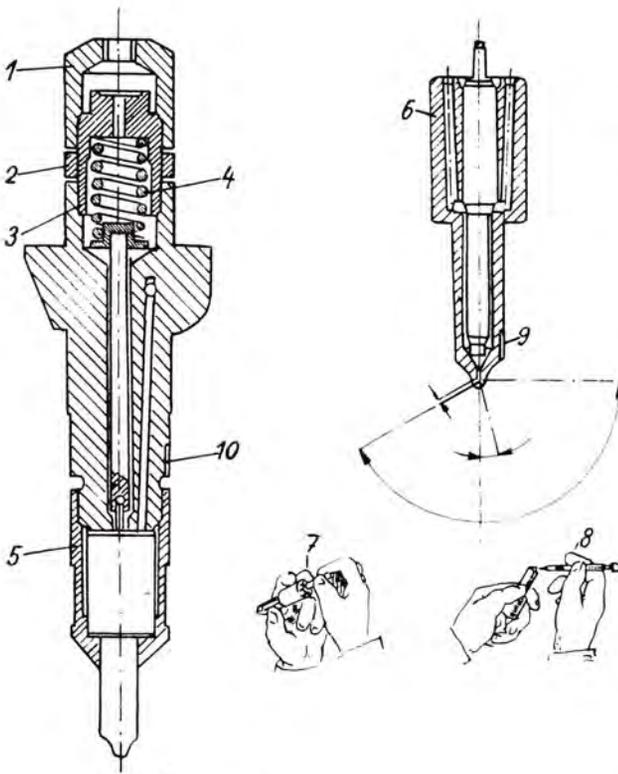

Abb. 37
3. Das ausmontierte Einspritzventil ist in einen Schraubstock zu spannen und der Deckel (Abb. 37/1) ist abzuschrauben. Die Sicherungsmutter (Abb. 37/2) und der Regelpropfen (Abb. 37/3) sind so zu lösen, dass die Feder (Abb. 37/4) im Einspritzventilkörper frei wird; sie darf nicht auf die Nadel drücken.
5. Die Spannmutter (Abb. 37/5) ist auszuschrauben und die Düse (Abb. 37/6) ist herauszunehmen.
- a) Aus der Düse ist die Nadel (Abb. 37/7) herauszunehmen und die durch Karbonansatz verschmutzten Löcher sind mit einer kalibrierten Nadel ( $\varnothing$  der Nadel ist 0,25 mm) (Abb. 37/8) zu reinigen.
Bei Rückmontage der Düse ist darauf zu achten, dass die Marke (Abb. 37/9) an der Düse mit der Marke (Abb. 37/10) am Halterkörper übereinstimmt. Das wieder zusammengebaute Einspritzventil ist auf seine Funktion zu überprüfen und auf vorgeschriebenen Druck einzustellen.
1. An das Einspritzrohr von der Pumpe ist das Einspritzventil zu befestigen. Vom Ventil ist der Deckel abzunehmen und die Sicherungsmutter (Abb. 37/2) zu lösen.
2. Durch Hebelbewegung ist Kraftstoff in das Einspritzventil zu pumpen, wobei die Skala des Manometers zu beobachten ist. Durch Lockern oder Festziehen des Regelpfropfens (Abb. 37/3) ist das Einspritzventil auf vorgeschriebenen Druck, welcher 160 atü betragen soll, einzustellen.
3. Nach Einstellung des Einspritzventiles ist der Regelpfropfen mit einer Sicherungsmutter (Abb. 37/2) zu sichern und der Deckel anzuschrauben.
3. Der Dekompressor ist einzuschalten, der Handgashebel in die Lage der maximalen Förderung einzustellen und der Motor durchzudrehen. Der Zerstäubungskegel des einzustellenden Einspritzventiles ist mit dem Zerstäubungskegel des überprüften Ventiles zu vergleichen und der Unterschied ist durch entsprechendes Anziehen oder Lockern des Regelpfropfens (Abb. 37/3) zu beseitigen.